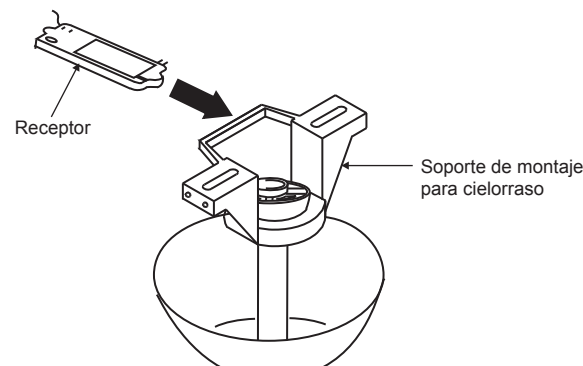

Fig. 13
**Paso 1.** Inserte el receptor en el soporte de montaje para cielorraso con el lado plano del receptor mirando al techo. **(Fig. 13)** Para un mejor desempeño, asegúrese de que la antena negra, al final del receptor, permanezca extendida y no se enrosque con ningún cable eléctrico.